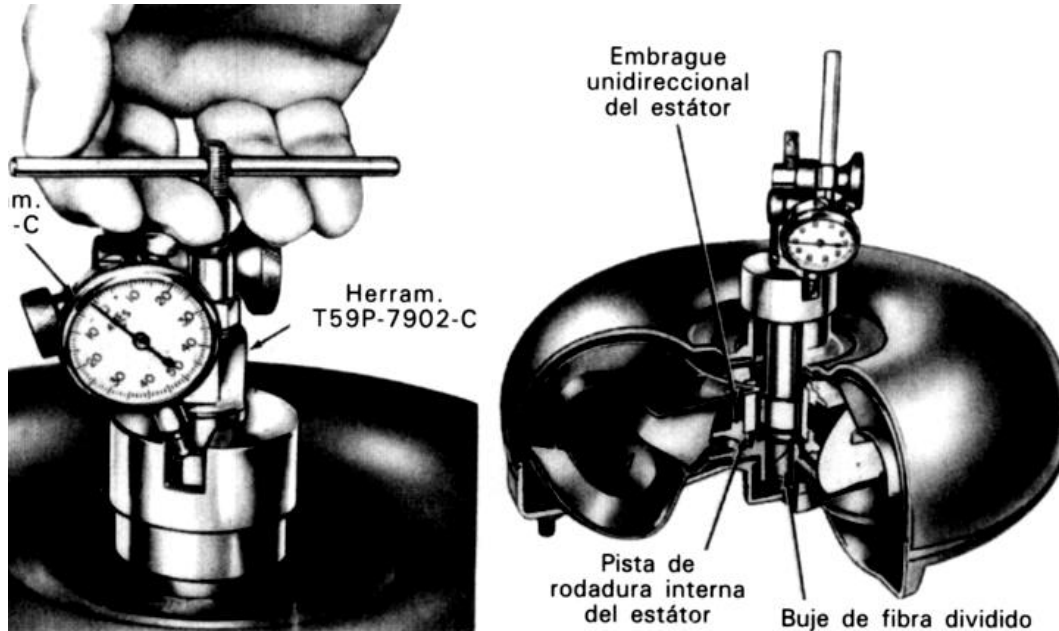

Fig. 4.8 Comprobación del huelgo interno del convertidor
2. El método preferido para comprobar el huelgo interno del convertidor es emplear una herramienta especial de medida de huelgo equipada con una asa en forma de T y un indicador de cuadrante (Ver Fig. 4.8).